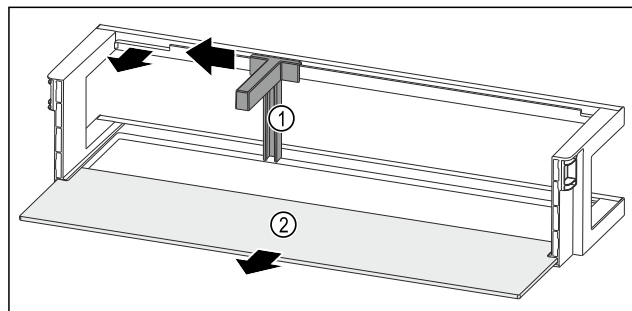

Fig. 93 Ajtópolc palacktartóval és tárolólappal
- ▶ A mélyedésig tolja oldalra a palacktartót Fig. 93 (1).
- ▶ Vegye ki a palacktartót Fig. 93 (1).
- ▶ Vegye ki a tárolólapot Fig. 93 (2).